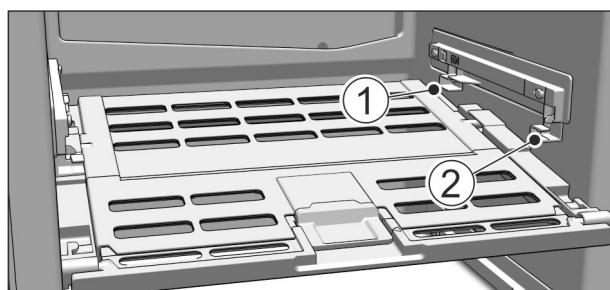

Fig. 48
- Umetanje poklopca ladice za voće i povrće: Uvedite zupce poklopca odozdo u stražnji držač Fig. 48 (1), a sprijeda umetnute u držač Fig. 48 (2) da uskoči.